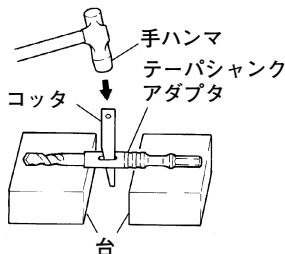

図 15
- (1) テーパシャンクアダプタにテーパシャンク付ドリルビットを取付けます。
- (2) スイッチを入れ、穴あけ深さ表示溝まで穴をあけます。
- (3) スポイトで掃除した後、アンカーの先端にプラグを付け、手ハンマなどで打込みます。
- (4) テーパシャンク付ドリルの取りはずしは、テーパシャンクアダプタの長穴部分にコッタを入れ、下に台を置いてコッタの頭を手ハンマでたたいてはずします。（図 15）